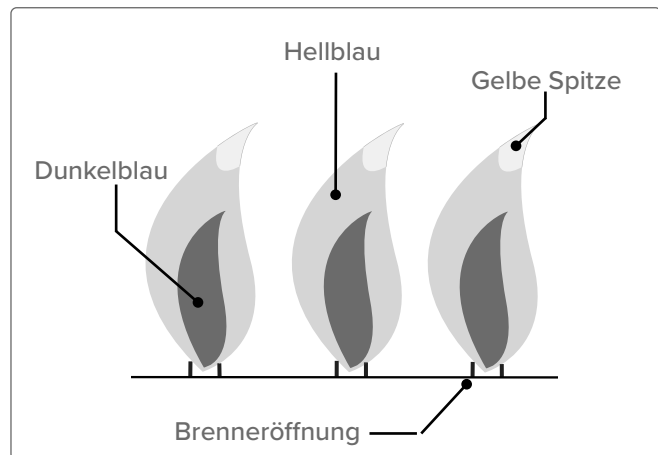

Abb. 16
- Die Flammen sollten dunkelblau mit hellblauen Spitzen und gelegentlich gelben **erscheinen (Abb. 16)**